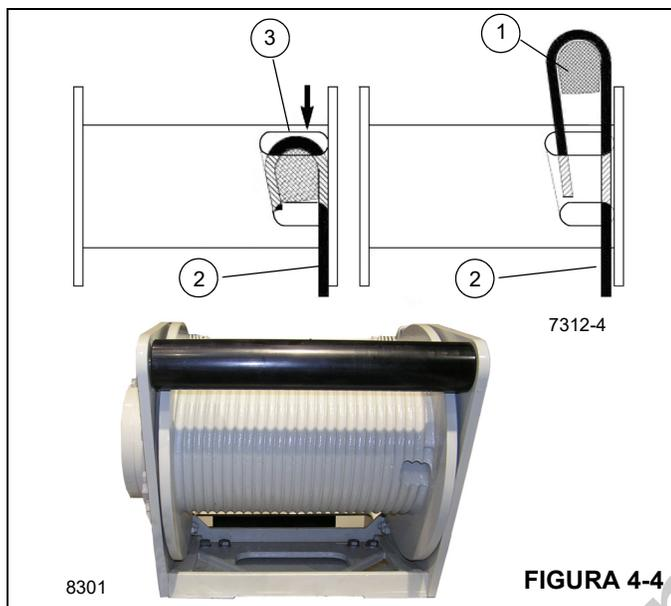

FIGURA 4-4
5. Insira o cabo através da fenda e posicione-o em volta da cunha de fixação (1) Figura 4-4.